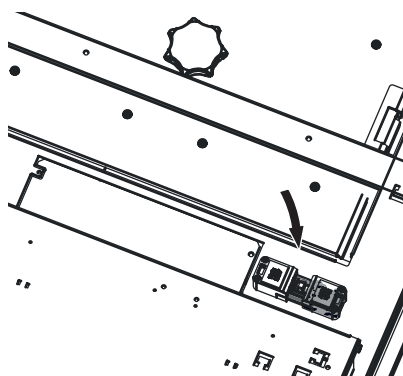

Fig.149 Staccare la spina di rete dell'apparecchio
La spina di rete si trova in alto sul retro, in corrispondenza del coperchio delle superfici riscaldanti – Fig. 149. Tutti i collegamenti elettrici si trovano sul risp. nel quadro di comando. Nel quadro di comando si trovano la scheda base e all'esterno del coperchio del quadro di comando si trovano i morsetti di collegamento (morsetti senza viti con molla a gabbia).
- Staccare la spina di rete dell'apparecchio – Fig.149.